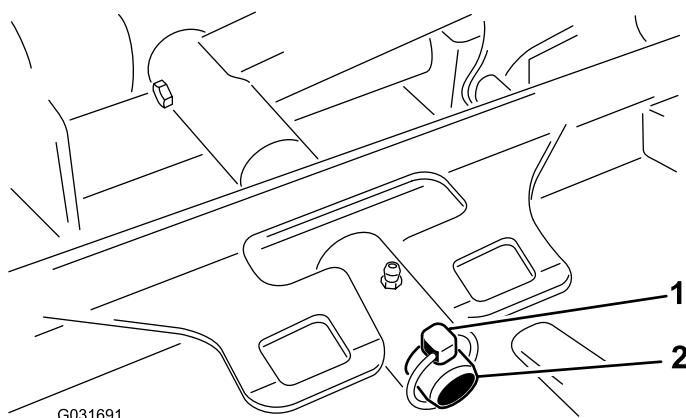

Рисунок 62
- Извлеките шплинт, который крепит несущую раму деки к оси поворота подъемного рычага (Рисунок 62).
- Наденьте несущую раму деки на ось поворота подъемного рычага и закрепите ее при помощи шплинта (Рисунок 62).